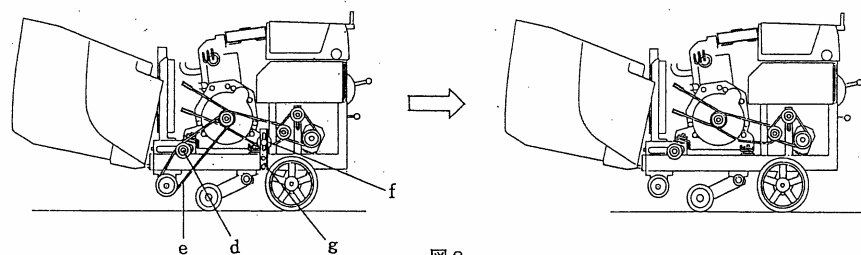

図 2
2. メインベルトテンションプーリー (d) を緩め メインベルト (e) を外す。…図 2
本体フレームから取り外す。…図 2